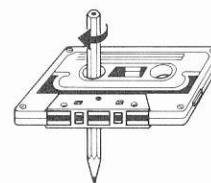

Fig. 3
- 1) Loose tape may become tangled in the tape transport mechanism. Remove slack by winding the tape with a pencil. (Fig. 3)
- 1) Las cintas sueltas pueden enredarse en el mecanismo de transporte. Eliminar tal flojedad enrollándola con un lápiz (Fig. 3).
- 1) Une bande détendue risque de s'entortiller dans le mécanisme d' entraînement de la bande. Retendre la bande en tournant avec un crayon. (Fig. 3)